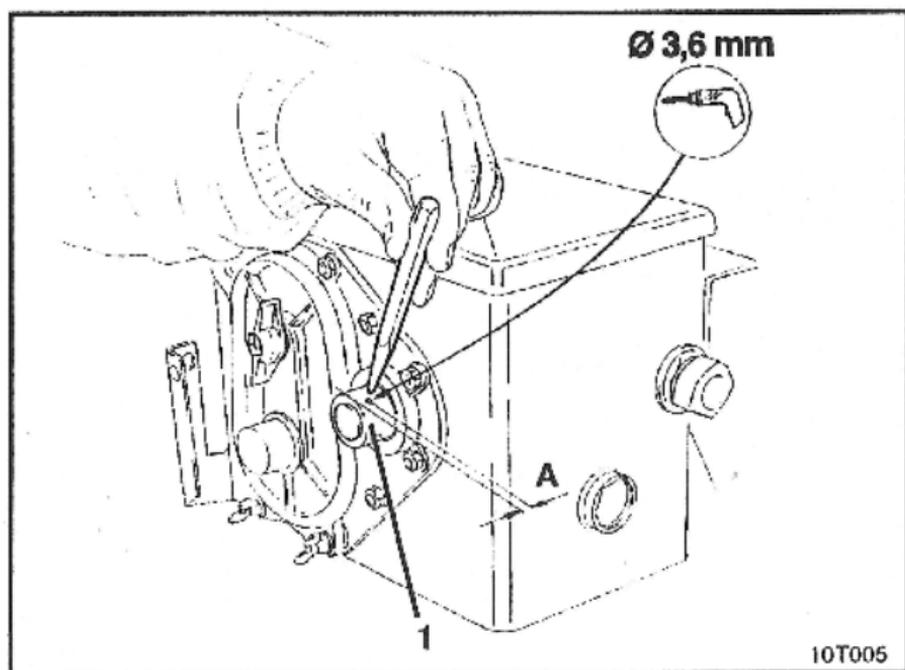

Fig. 9.2
- taladrar un agujero ( $\varnothing$  3,6 mm) con la broca entregada (fig. 8.1/14) en el eje hueco de la transmisión (fig. 9.2/1).
- **El agujero se realiza girado 90° con respecto al agujero existente para el pasador. La distancia A (ver fig. 9.2) desde el borde del eje hueco al punto medio del taladro debe ser de 5 mm. El punto a taladrar se marca previamente con granete.**